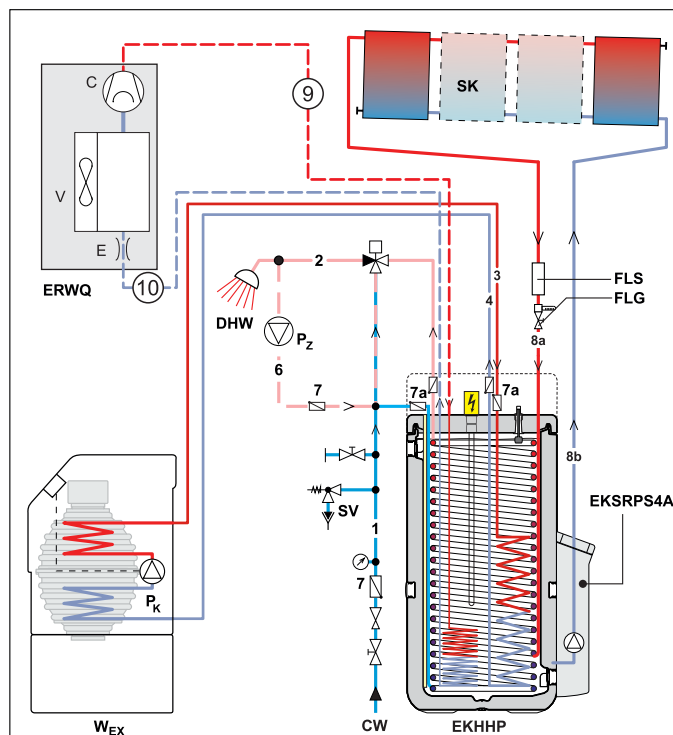

Bild 4-5 Hydraulischer Anschluss - Legende siehe Tab. 4-2 (Beispiel EKHHP500AA2V3 mit $p=0$ Solar und optionalem externem Wärmeerzeuger)
- Hydraulische Anschlüsse an der DAIKIN EKHHP herstellen (siehe Bild 4-5).
Tab. 4-2 Legende zu Bild 4-5
- Hydraulische Systemeinbindung entsprechend Bild 4-5 ausführen.